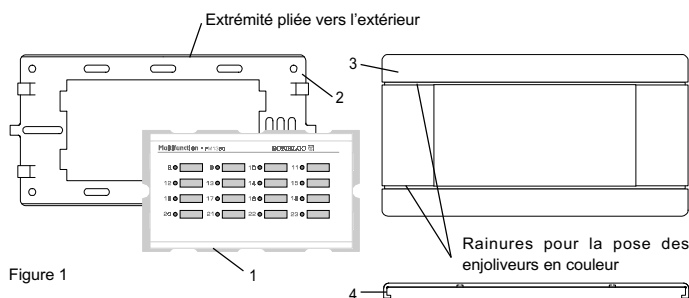

Figure 1
**CADRE FRONTAL RECTANGULAIRE POUR LE BOÎTIER «SONELCO» ou UNIVERSEL DOUBLE :** Pour monter la commande, positionner le châssis selon la figure 1 avec l'extrémité pliée vers l'extérieur vers la face où la commande est insérée.